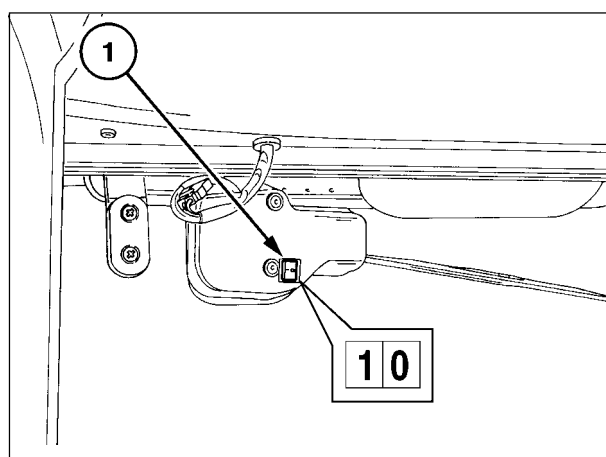

Fig. 9
Limpa-vidros traseiro - Fig.9
Para comandar o funcionamento do limpa-vidros, utilize o interruptor (A) Fig.9.